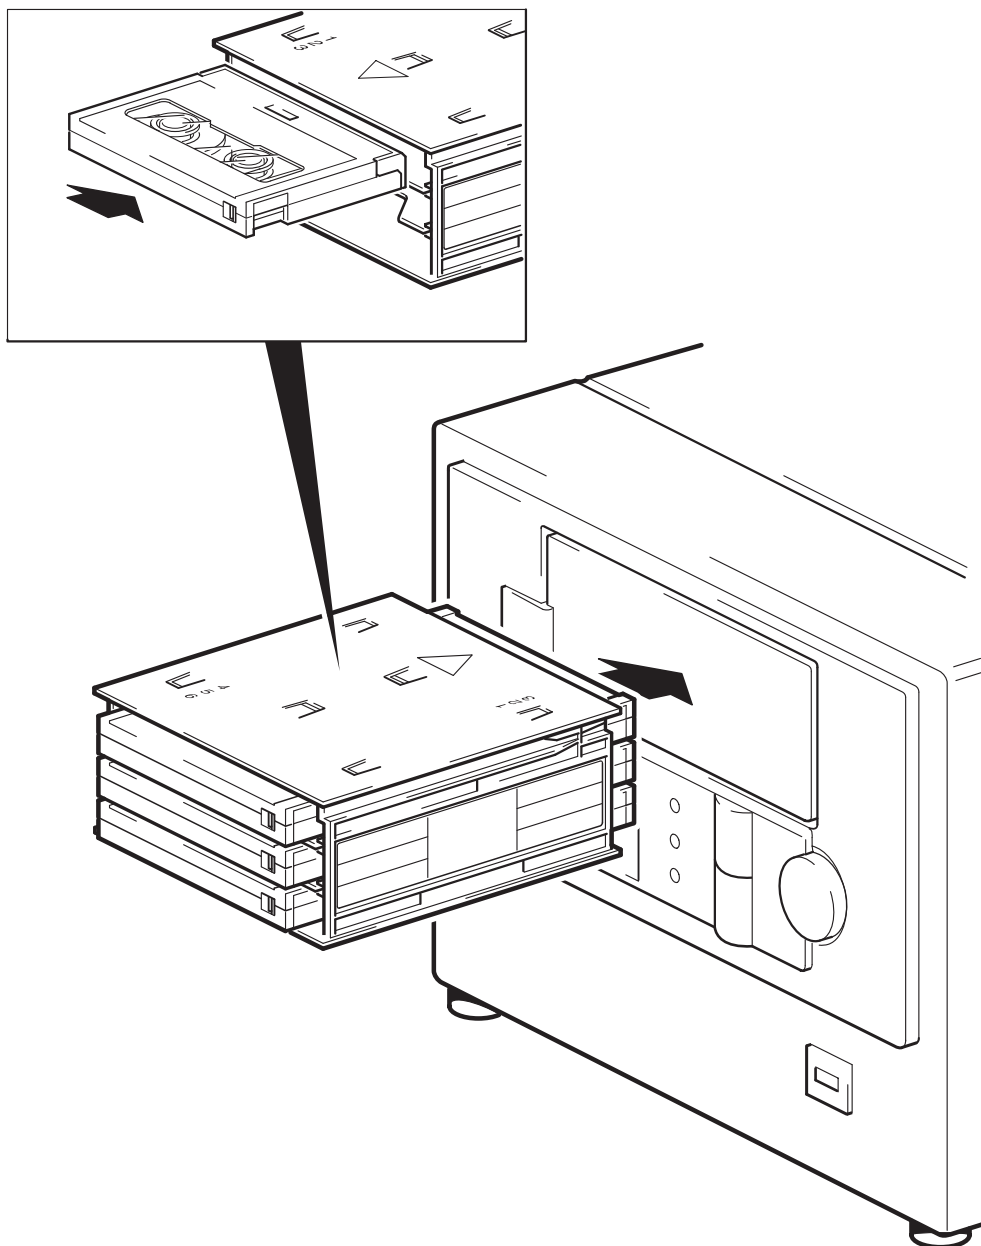

Figura 8: carregar o autoloader
- 2** Insira o magazine através da porta na frente do autoloader. Certifique-se de que a seta grande esteja para cima e apontando na direção do autoloader, como mostra a figura 8.